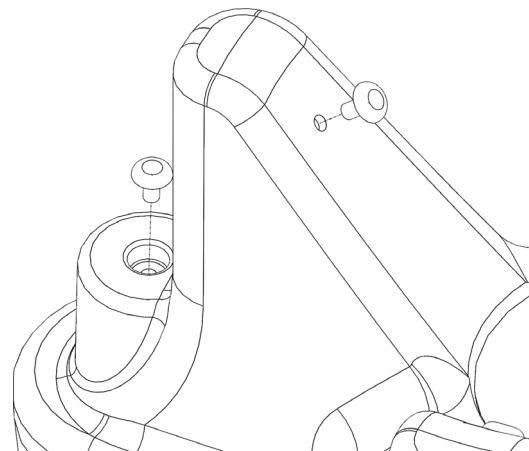

Рис. 4 – Места установки подпятников
3. Вставьте подпятники в отверстия на подставке (Рис. 4);